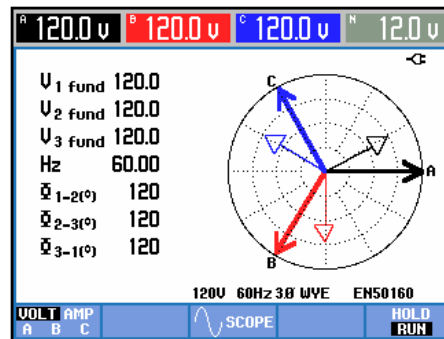

Figura 6-3. Diagramma vettoriale dell'analizzatore collegato correttamente
Le visualizzazioni Fasore e Forma d'onda oscilloscopio sono utili per controllare se i cavi di tensione e le pinze amperometriche sono collegati correttamente. Nel diagramma vettoriale, le correnti e le tensioni di fase L1 (A), L2 (B) e L3 (C) dovrebbero apparire in sequenza se osservate in senso orario, come mostrato nell'esempio della Figura 6-3.